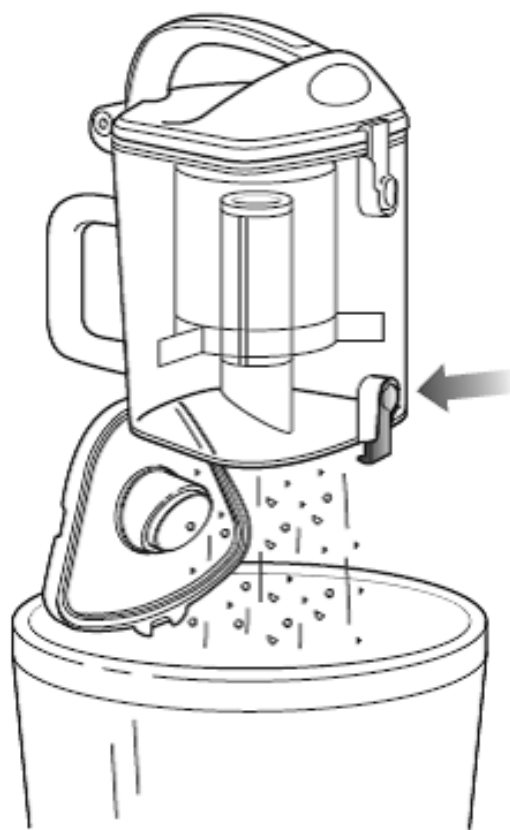

Рис.19
2. Держать пылесборник над мусорным баком и нажать на кнопку сброса днища (Рис.19). Осторожно постучать по пустым уголкам.